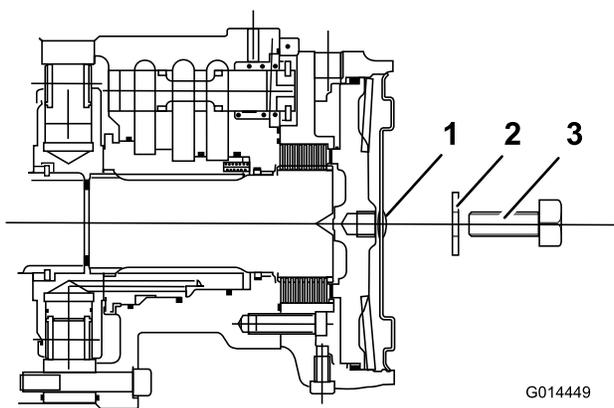

Figura 46
6. Identificate il gruppo freno a disco della ruota anteriore sinistra e ripetete la procedura precedente (Figura 46).